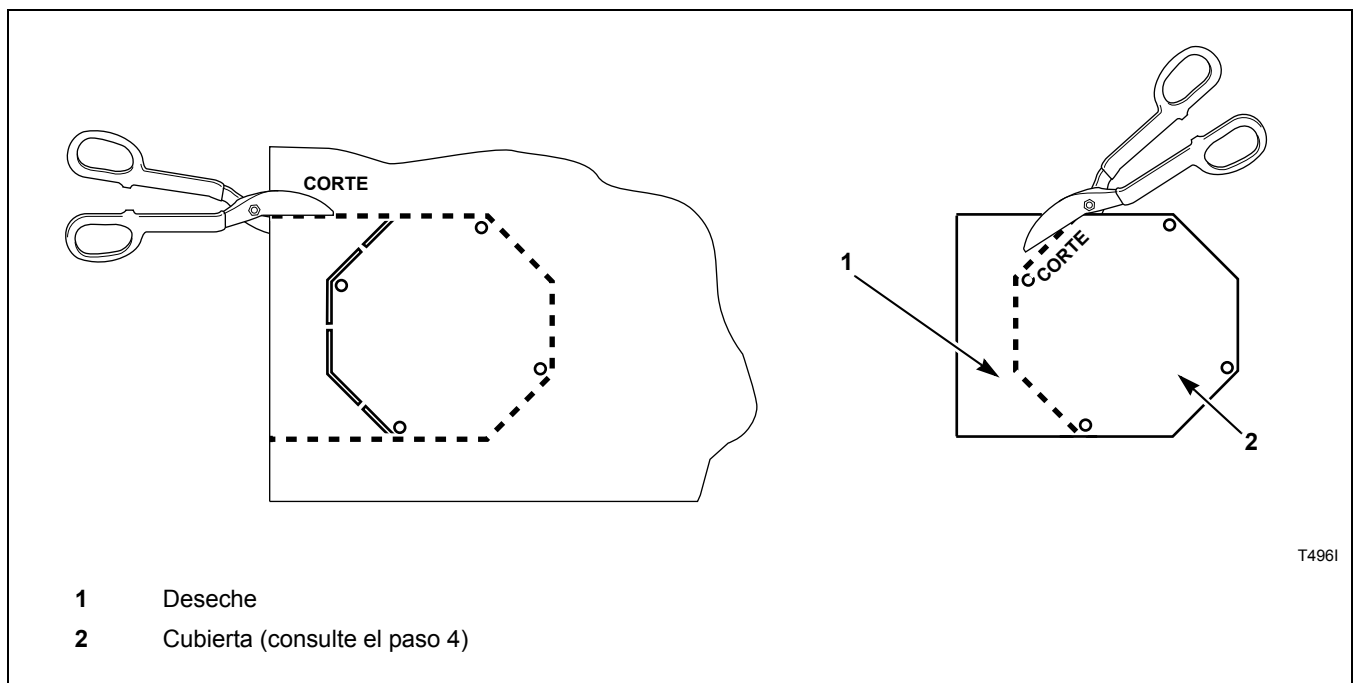

Figura 2
3. Recorte la forma de la cubierta del protector de la correa. Consulte la *Figura 2*.